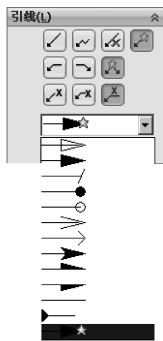

图 5-20 【箭头样式】选项
- 从 **【箭头样式】** 中选择 1 种箭头样式，如图 5-20 所示。如果选择 (智能箭头) 样式，则应用适当的箭头（如根据出详图标准，将 应用到面上、 应用到边线上等）到注释中。